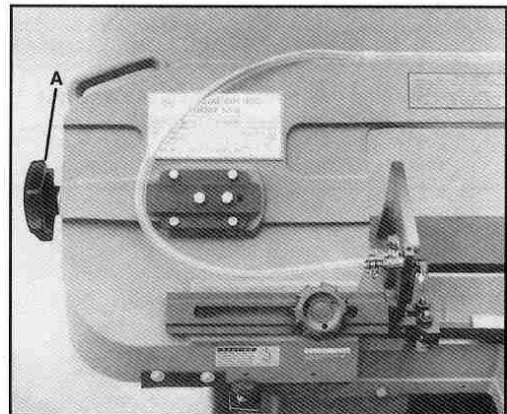

Fig. 9
3. Tournez le bouton de tension (A, Fig.9) un et trois quarts jusqu'à deux tours dans le sens des aiguilles d'une montre. Cela correspond à environ 800 kg de tension.